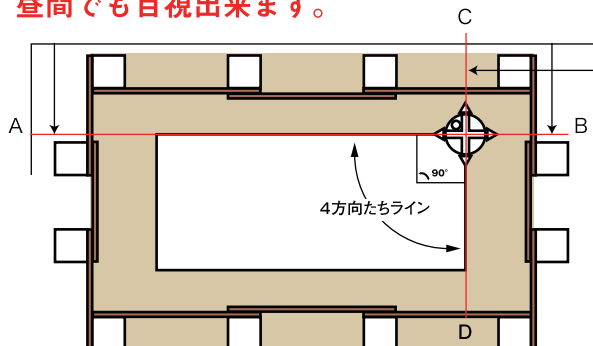

図2
張ります。(図2)Cの位置を A~Bの水糸にも付けられれば、鉛筆の芯などで付けます。
⑤ 貫き板のAの位置に受光器をセットします。(写真2)
⑥ 水糸のクロス位置の真下に短脚を水平にセットして本体を取付けます。(写真3)(図2)
⑦ 本体と短脚の締め付けを少し緩め、垂直(V)レーザーを点灯します。
⑧ (写真4)の様にコピー用紙などに十字を書いた紙をかざし、本体をスライドさせて水糸のクロスラインとレーザーの